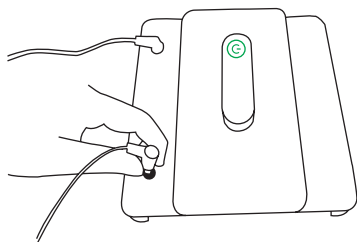
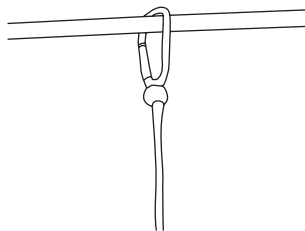

Figura 1
Figura 2
Para que el robot inicie un ciclo de limpieza, conecte el cable de seguridad (2). Inserte la boquilla de bloqueo (3) en el robot y gírela hacia la derecha para bloquearla (figura 1). A continuación, fije el mosquetón (1) a un punto seguro para sostener el robot en caso de caída (figura 2).